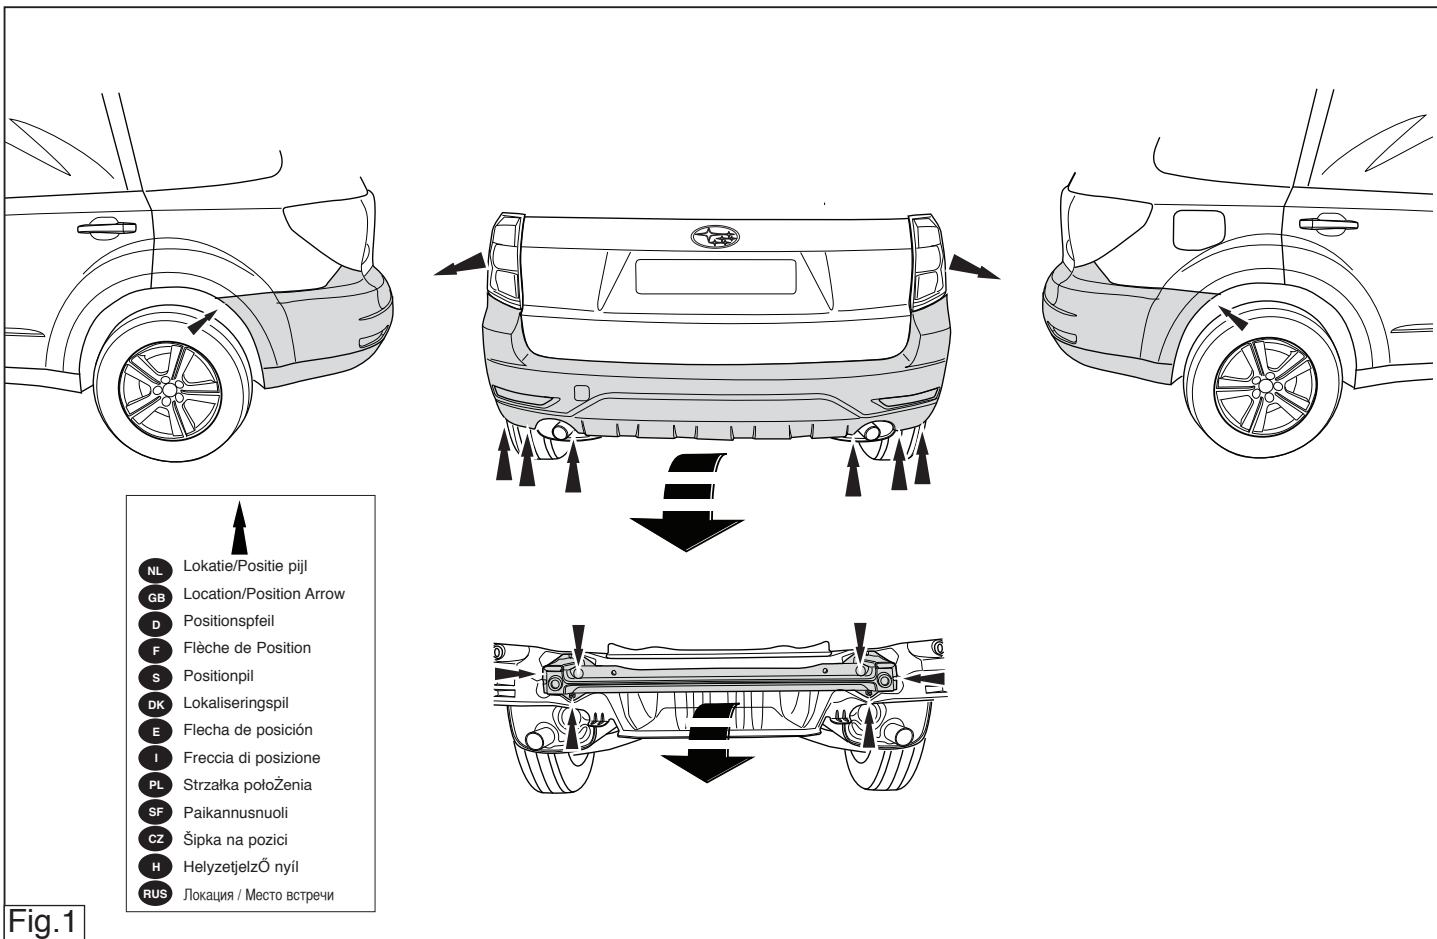

Fig.1
2. Remove the bumper and the steel buffer beam from the vehicle. The buffer beam will no longer be needed. See figure 1.
2. Die Stoßstange einschließlich des stählernen Stoßbalkens vom Fahrzeug abmontieren. Der Stoßbalken wird nicht mehr benötigt. Siehe Abbildung 1.
2. Снять бампер вместе со стальным буферным брусом автомобиля буферный брус больше не понадобится. См. рисунок 1.
2. Déposer le pare-chocs du véhicule y compris la traverse en acier la traverse ne sera plus utilisée. Voir la figure 1